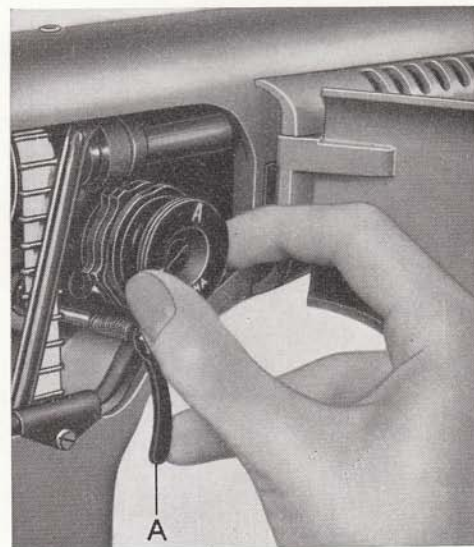

Fig. 40.
4. Fatt om kammen med høyre hånds tommel og pekefinger samtidig som de med langfingeren flytter vekk armen så den står loddrett (A fig. 40). Trekk så ut mønsterkammen.
5. Ta den nye kammen på samme måte og skyv den inn på akselen med bokstaven rett opp slik at armen (A fig. 40) kan falle inn i sporet (A fig. 38).